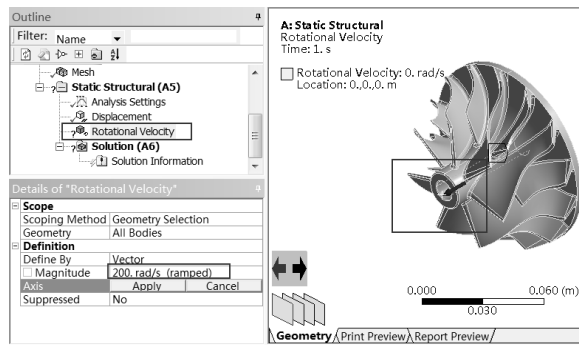

图 5-105 添加旋转速度
Step5：同 Step3，选择 Rotational Velocity 选项，此时整个实体模型已被选中，在 Details of “Rotational Velocity”（参数列表）的 Magnitude 栏中输入 200rad/s，同时在 Axis 栏中选择叶轮中心孔壁面，此时 Axis 后面的栏中会显示 Click to Change 字样，如图 5-105 所示，确定旋转轴后，在绘图区域出现一个旋转箭头。